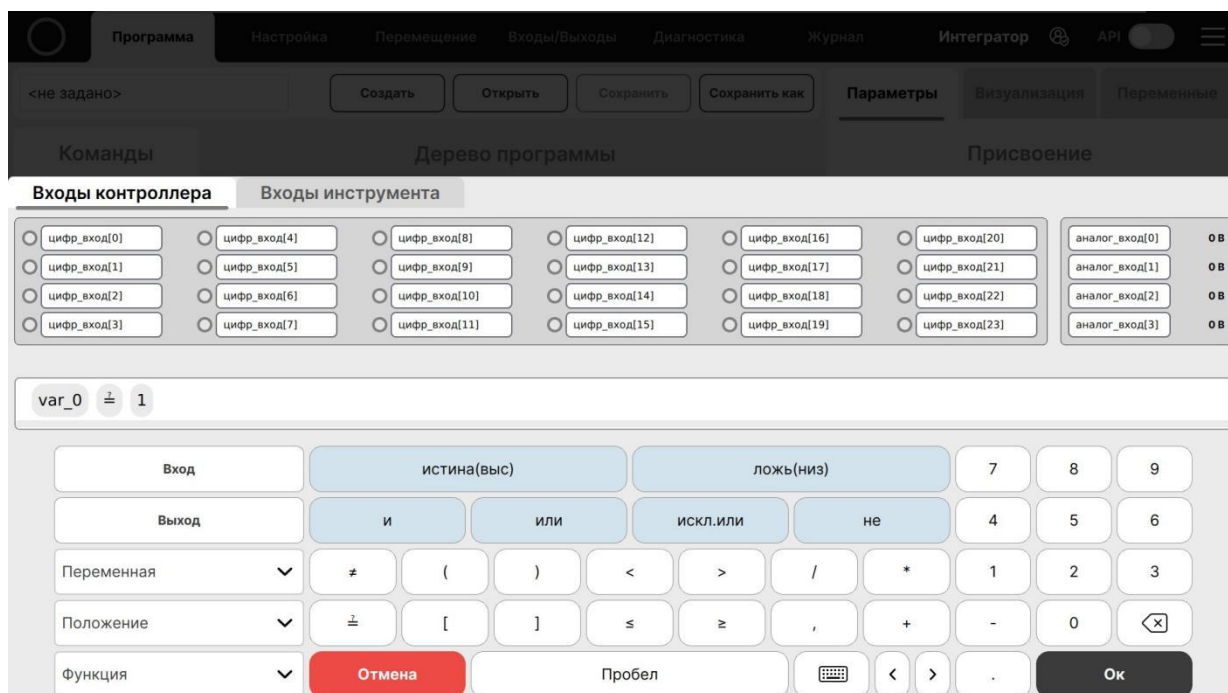

Рисунок 119 - Ввод выражения переменной.
- Переключение раскладки логических выражений на обычную клавиатуру (Рисунок 119) происходит при нажатии на значок клавиатуры в правой части нижней строки символов.